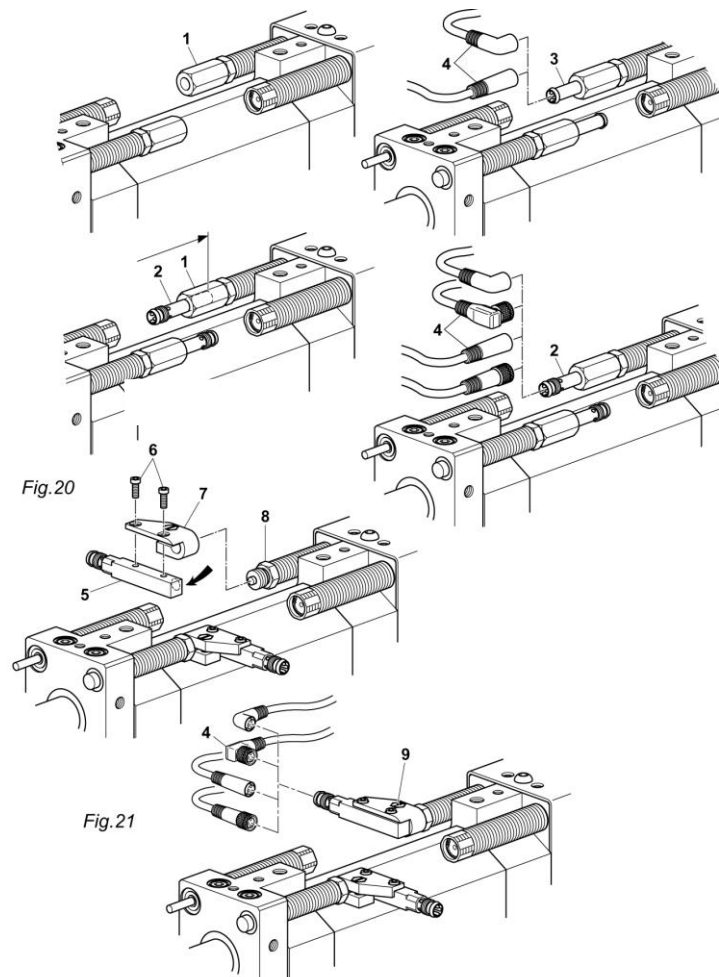

Abb. 16 Montage Initiator 8x8 mm
Je nach Steuerungsart muss der Schalttyp PNP oder NPN der Initiatoren bestimmt werden. (Abb. 16)
1. Initiator (Abb. 16, 5) mit Schrauben (Abb. 16, 6) auf Halter (Abb. 16, 7) schrauben.
2. Halter (Abb. 16, 7) mit Initiator bis zum Anschlag auf Anschlagschraube (Abb. 16, 8) stecken.
3. Mit Schraube (Abb. 16, 9) festklemmen.
4. Stecker (Abb. 16, 4) montieren.